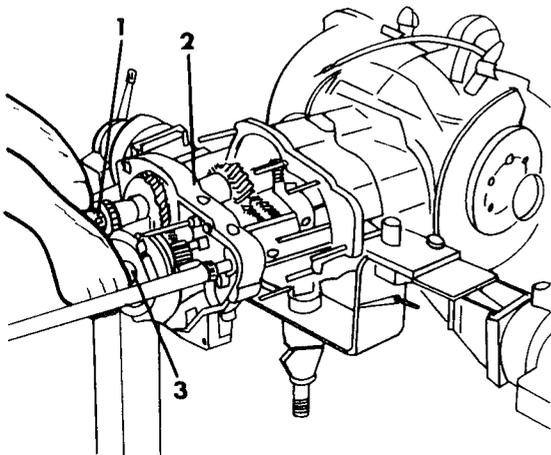

Bild 112
- Den Zwischenflansch, welcher ebenfalls das Lagerschild bildet, vom Getriebegehäuse abziehen. In diesem Teil sind die Vorgelegewelle und die Hauptwelle montiert. Das Getriebe ist jetzt in die in Bild 112 gezeigten Teile zerlegt.